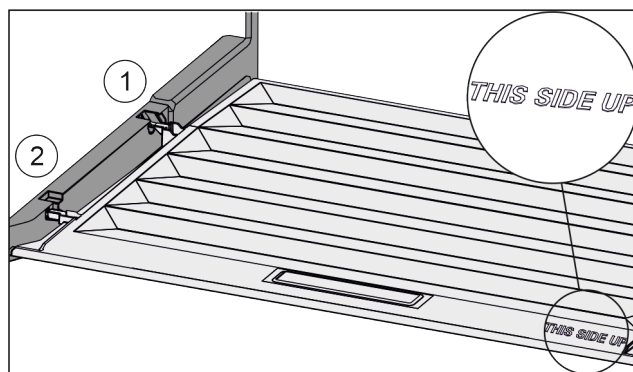

Fig. 112
- ▶ Výstupky víka zavedte do zadních držáků Fig. 112 (1) a vpředu zaklesněte do držáku Fig. 112 (2).